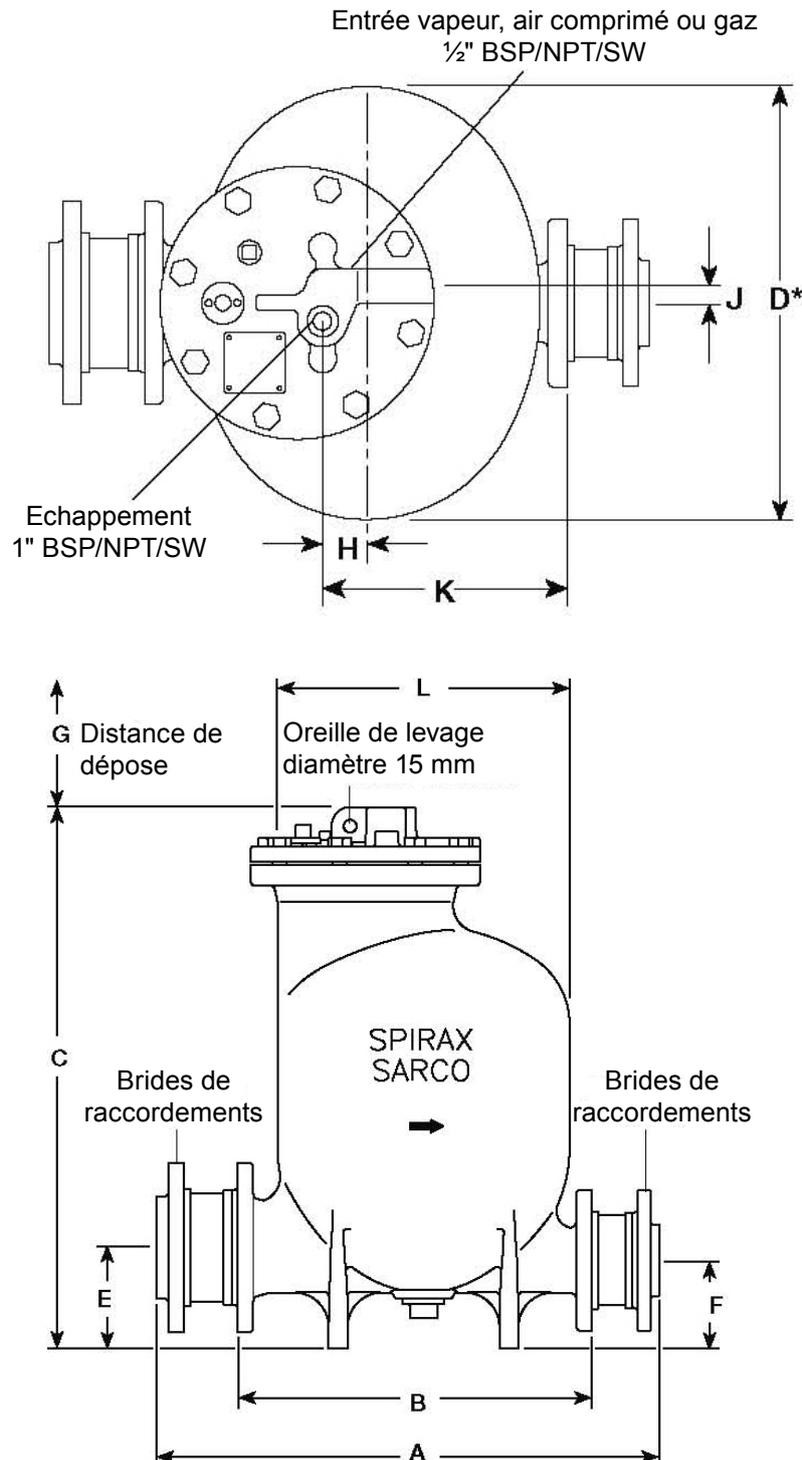

Fig. 2 MFP14 DN80 x DN50
4. Raccorder l'alimentation fluide moteur (vapeur, air ou gaz) sur l'orifice prévu à cet effet sur le couvercle (voir Fig. 2, page 9). Un filtre et un purgeur devront être installés sur la ligne d'alimentation immédiatement en amont de la pompe. L'évacuation du purgeur devra être connectée au collecteur ou réservoir au-dessus de la pompe.